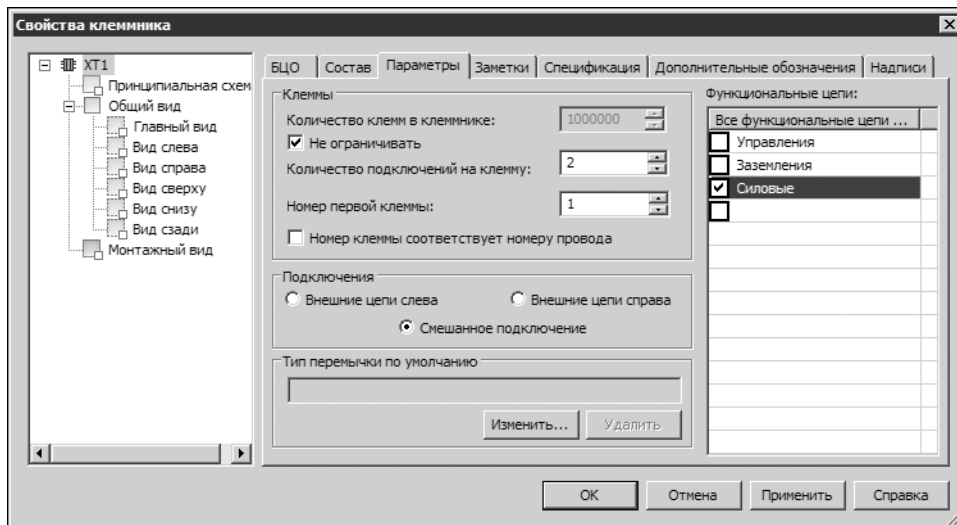

Рис. 26.7. Функциональные цепи в клеммниках
- В диалоге свойств каждого из клеммников на вкладке **Параметры** в поле **Функциональные цепи** отключите те функциональные цепи, которые не должны присутствовать в данном клеммнике (рис. 26.7).